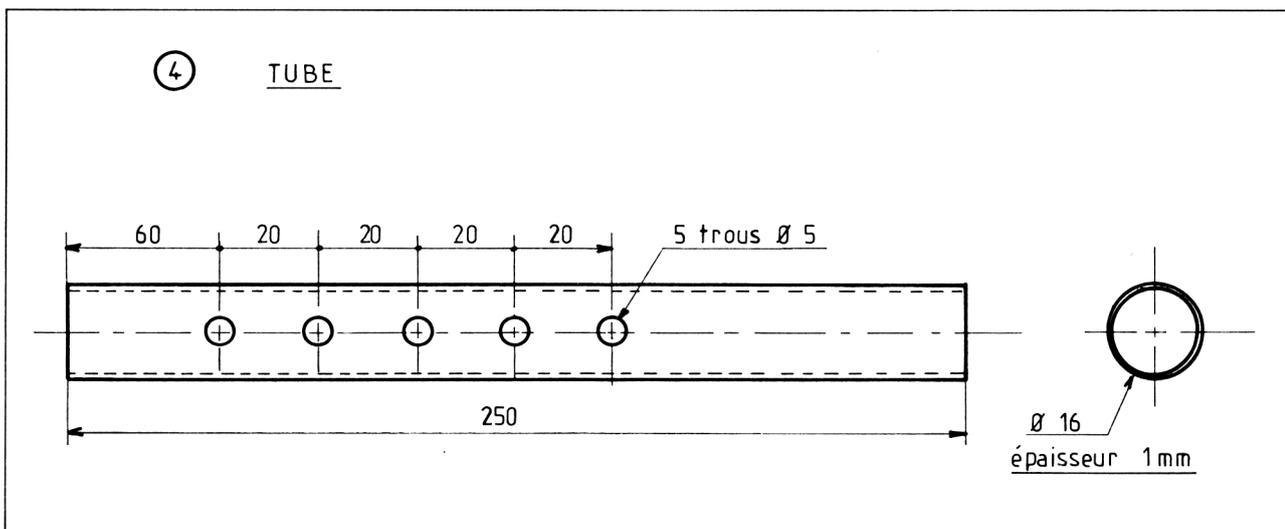

Fig. 5
FABRICATION DU TUBE ④ (Fig. 5)